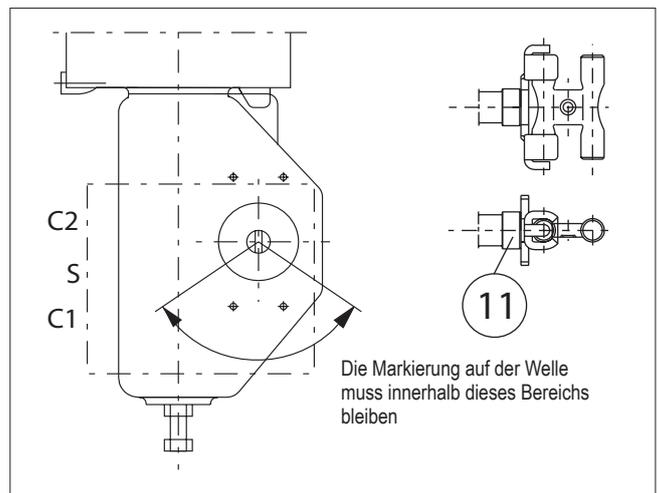

Abb. 3. Anbau an Neles Antriebe mit VDI/VDE Anbaunorm
- Montieren Sie die H-förmige Kupplung (47) an der Welle. Geben Sie ein Gewinde verschließendes Mittel auf die Schraube (48) und ziehen Sie diese ausreichend an.
- Entfernen Sie alle Kunststoff-Schutzstopfen aus den Pneumatikanschlüssen (5 Stk.). Setzen Sie die Metallstopfen (54) mit einem Dichtmittel in die ungenutzten Pneumatikanschlüsse im Gehäuseboden des Stellungsreglers.
- BJ und weitere einfachwirkende Antriebe: Setzen Sie den Metallstopfen (53) mit einem Dichtmittel in den C1-Anschluss.
- Stellen Sie den Richtungspfeil am Antrieb in Richtung des Schließelementes vom Ventil und schrauben Sie den Mitnehmer (2) am Zeigerdeckel des Antriebes fest, siehe Abschnitte 12.5 – 12.7. Sichern Sie die Schraube des Mitnehmers mit Loctite und ziehen Sie diese ausreichend an.
- Montieren Sie den Montagebügel (1) am ND.
- Montieren Sie den Montagebügel (1) am Antrieb. Die Wellenkupplung des ND muss in den Mitnehmer (2) eingefügt werden, so dass der Richtungspfeil der Wellenscheibe (16) am Stellungsregler wie in Abb. 3 gezeigt positioniert ist.
- Entfernen Sie die Kunststoff-Schutzstopfen aus den Pneumatikanschlüssen C2, S und C1. Lassen Sie die Metallstopfen (54) in den ungenutzten Anschlüssen im Gehäuseboden des Stellungsreglers.
- **BJ und andere einfachwirkende Antriebe:** Setzen Sie den Metallstopfen (53) mit einem Dichtmittel in den C1-Anschluss.
- Montieren Sie den Montagebügel (1) am Stellungsregler.
- Montieren Sie den Montagebügel (1) am Antrieb. Die Wellenkupplung des Stellungsreglers muss in den Mitnehmer (2) eingefügt werden, so dass der Richtungspfeil wie in Abb. 3 gezeigt positioniert ist.